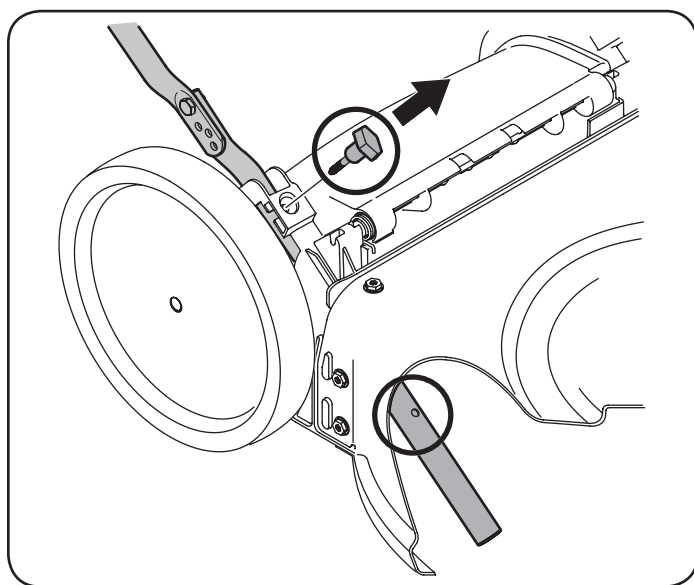

Figura 3
2. Retire la T-pernos de la manija entre corchetes como se muestra en la Figura 3.
- a. Tire hacia arriba en el asa hasta agujeros en la manija (que se muestra en la Figura 3 corte de la cubierta) se alinean con los agujeros en el mango soporte. Vea la Figura 4.